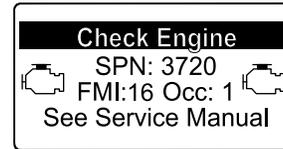

図 47
- エンジン警告 SPN 3720, FMI 16 図 47